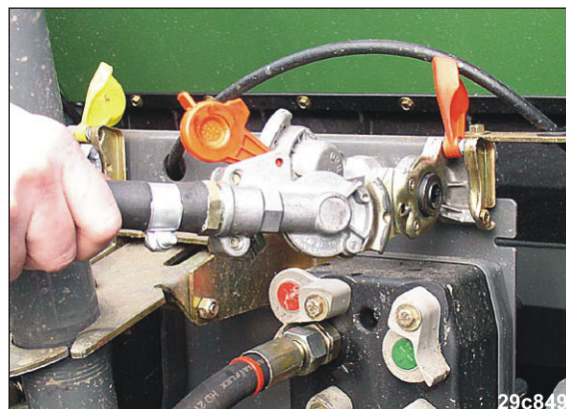

Fig. 137
2. Débrancher la tête d'accouplement (Fig. 137) de la conduite de réserve (rouge).